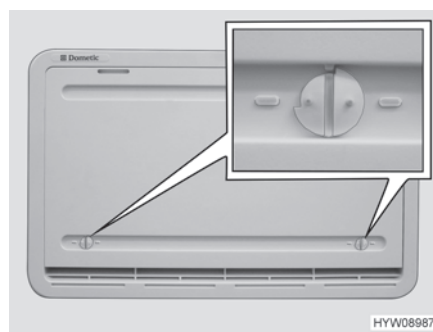

Fig. 157 Protection hivernale
Quand le réfrigérateur doit être utilisé à basses températures extérieures, le fabricant recommande d'employer une protection hivernale (Fig. 157) pour ses grilles d'aération du réfrigérateur.
- Ouvrir les deux dispositifs de verrouillage (Fig. 157) (la rainure est à l'horizontale).